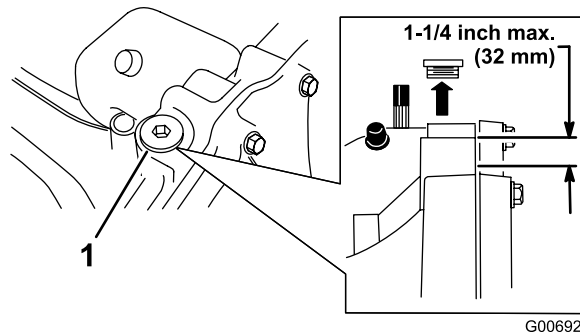

Figura 31
- Pulite attorno al tappo di riempimento (Figura 31) in modo che la morchia non cada nel serbatoio se occorre rabboccare.
Nota: Il livello massimo deve trovarsi a 32 mm al di sotto della parte superiore dell'apertura di riempimento (Figura 31). All'occorrenza rabboccate.